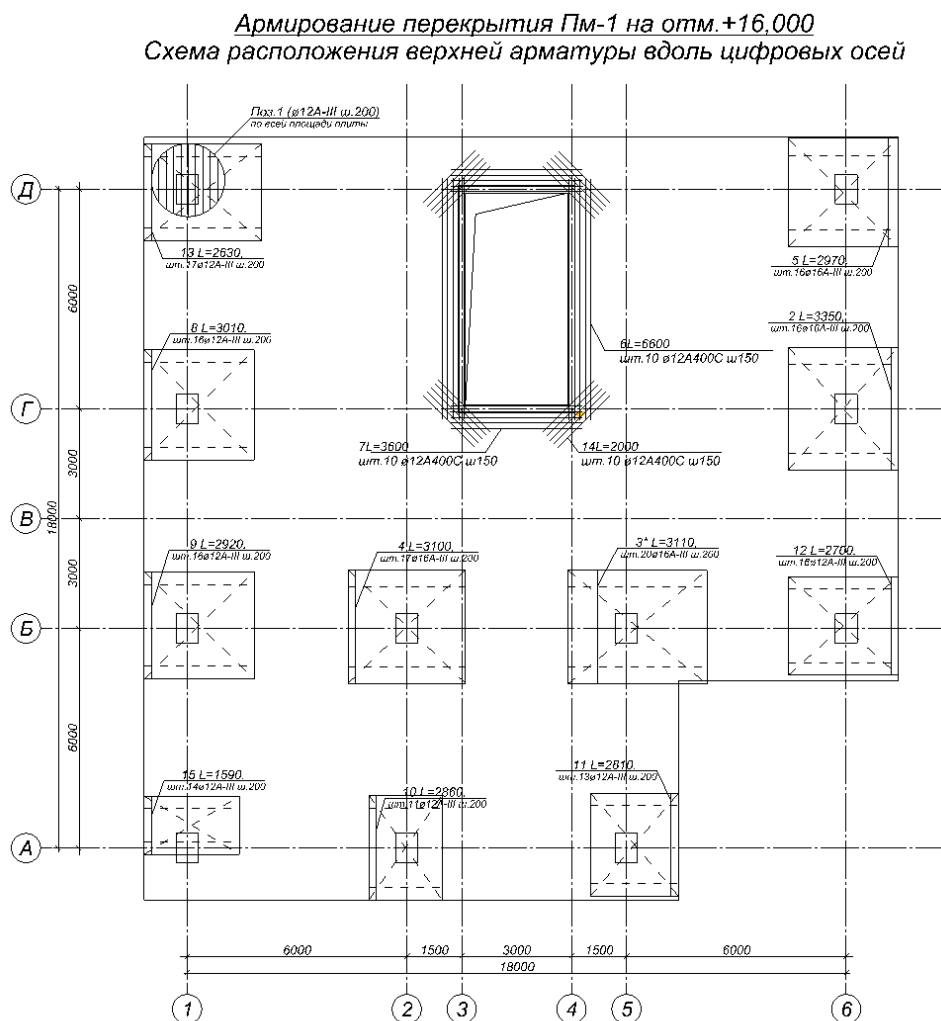

Рис.23.46. Схема расположения верхней арматуры по направлению Y
- Растяните несколько прямоугольников армирования над опорами таким образом, чтобы покрыть все пятно дополнительного армирования. Для расположения прямоугольного участка дополнительного армирования необходимо указать две вершины диагонали прямоугольника (рис.23.46).
- Создайте выноски для остальных стержней арматуры обрaмления (рис.23.46).